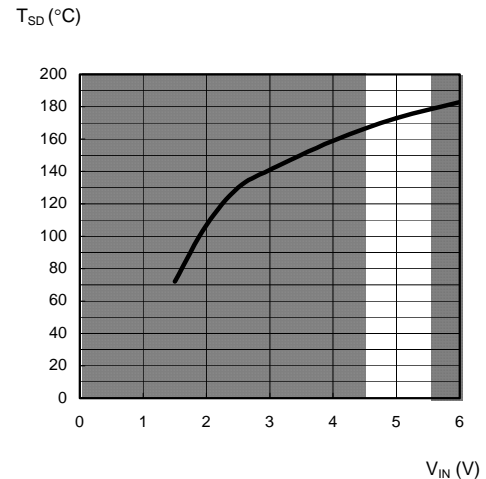
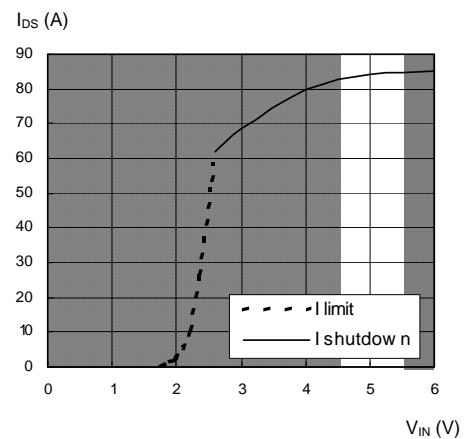

図6 温度上昇保護と入力電圧の関係
図7 過電流保護と入力電圧の関係
5.5V 以上の入力電圧で連続動作させるのは好ましくありません。図 6 と図 7 に示すように、保護機能の動作が入力電圧によって変化するためです。特に、温度上昇が大きくなると、デバイスの長時間の信頼性が低下してしまうかもしれません。
IPS10xx では、保護機能の情報が入力ピンを使って提供されているため、 $V_{IN}$  に依存します。温度上昇に対する遮断動作と入力電圧の関係が図 6 です。 $V_{IN}$  が低いところでは温度上昇のしきい値が低いため、デバイスは高い温度でターン・オンするのに失敗してしまいます。これはデバイスの寿命に影響しません。
図 7 は、過電流保護機能の動作を入力電圧の関数で示した図です。正常動作では、ゲート電圧が入力電圧と等しくなります。 $V_{IN}$  が 2.5V 付近にある場合、パワー MOSFET が完全にオンしないため、電流はパワー MOSFET の相互コンダクタンスによって制限されます。このモードでは、電流が過電流の遮断しきい値以下に維持されるため、MOSFET はラッチしません。